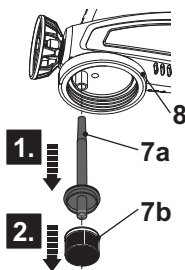

Fig. 8
- > Retire o tubo de aspiração (7a) e o filtro de tinta (7b) do suporte do recipiente de tinta (8) (Fig. 8).